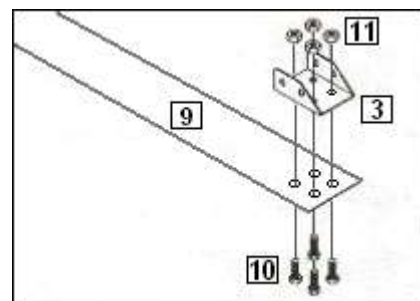

fig.2
c. Unir la placa ángulo (3) al tensor (9) mediante los tornillos M5x15 (10) y las tuercas (11), fig. 2, (bolsa ref.
557). Asegúrese que la parte angulada de la placa ángulo (3) mira en la dirección apropiada, tal y como se muestra en la fig. 2. La placa ángulo (3) debe estar unido al tensor en su parte superior, apretar las tuercas aleatoriamente.